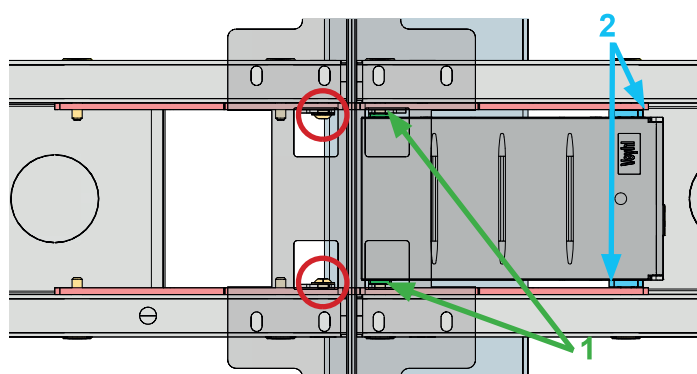

Abbildung 12: Detail - Mittelstoß
- Befestigen Sie die Plattenträger mit den mitgelieferten M6x16 Schrauben an den Verbindungsplatten. Die Schrauben werden von innen durch den Plattenträger in die Verbindungsplatten eingedreht. Die Position sehen Sie Abbildung 12 in den roten Kreisen.
- Stellen Sie die mittlere Hubsäule samt A-Fuß auf den Kopf und positionieren Sie sie auf dem Plattenträger auf der anderen Seite des Mittelstoßes. Sehen Sie Abbildung 12.
- Setzen Sie auf beiden Seiten der Hubsäule jeweils eine Unterlagsplatte (1) zwischen die Hubsäule und den Plattenträger. Achten Sie darauf, dass die Bohrungen exakt übereinanderliegen. Falls sich die Platten verschieben, können Sie diese mit einem dünnen, doppelseitigen Klebeband fixieren. Sehen Sie Abbildung 12.
- Setzen Sie nun auf beiden Seiten der Hubsäule eine Unterlagsplatte (2) zwischen die Hubsäule und die Verbindungsplatte. Auch hier sollten die Bohrungen exakt übereinanderliegen. Falls nötig, können Sie die Platten mit doppelseitigem Klebeband vor dem Einsetzen der Hubsäule fixieren. Sehen Sie Abbildung 12.
- Positionieren Sie die beiden Traversenrohre gemäß Abbildung 12 neben den Verbindungsplatten.